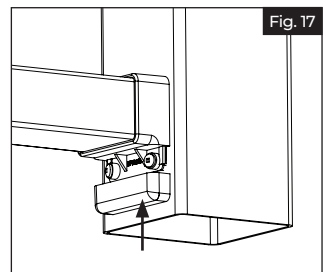

Fig. 17
- Deslice las protecciones de los soportes inferiores en forma ceñida sobre los soportes inferiores (Fig 17).